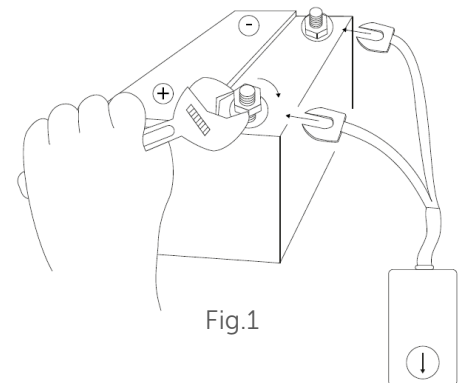

Fig.1
- 1- Aflojar los tornillos/tuercas de la batería, lo suficiente para que entren los terminales de los cables del equipo. (Fig.1)
- 2- Colocar los terminales en los bornes de la batería de la siguiente manera: (Fig.1)
- 3- Apretar los tornillos/tuercas de la batería. (Fig.1)